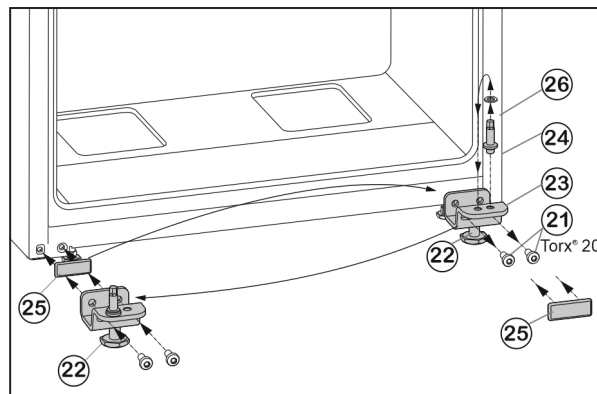

Fig. 7
- Dévisser les vis de fixation Fig. 7 (21).
- Retirer l'ensemble du support de palier inférieur Fig. 7 (23) avec le boulon de palier Fig. 7 (24), la rondelle Fig. 7 (26) et le pied de réglage Fig. 7 (22).
- Dévisser l'ensemble du boulon de palier Fig. 7 (24) avec la rondelle Fig. 7 (26), déplacer le tout dans le trou de préhension du côté opposé du support de palier et revisser fermement.
- Retirer avec précaution la plaque de recouvrement Fig. 7 (25) et la déplacer du côté opposé.
- Revisser l'ensemble du support de palier inférieur Fig. 7 (23) avec le boulon de palier Fig. 7 (24), la rondelle Fig. 7 (26) et le pied de réglage Fig. 7 (22) du côté de la nouvelle charnière, au besoin à l'aide d'une visseuse sans fil (**en appliquant un couple de 4 Nm**).
- Placer la porte à partir du haut sur le boulon de palier Fig. 7 (24).
- Dévisser le pied de réglage Fig. 7 (22) sur le support de palier inférieur Fig. 7 (23) jusqu'à ce qu'il repose au sol.